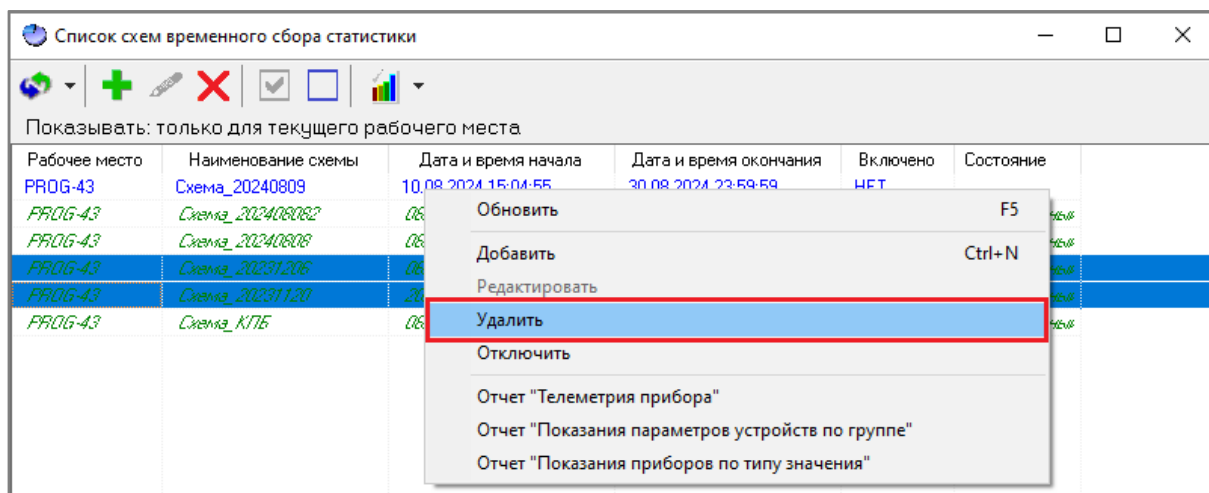

Рисунок 12-126 Удаление схем ВСС через контекстное меню области списка схем ВСС окна "Список схем временного сбора статистики"
- либо вызовите контекстное меню области списка схем ВСС (см. п. 12.6.1.2.1) окна «Список схем временного сбора статистики» и выберите в нем пункт «Удалить» (см. Рисунок 12-126),